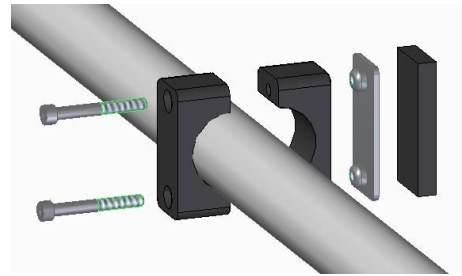

Figura 4
Per proteggere da collisioni tra la porta e il portabici, è possibile montare un ulteriore fermo (5) sul tubo trasversale più vicino al veicolo con due viti cilindriche M6x50 (Figura 4).